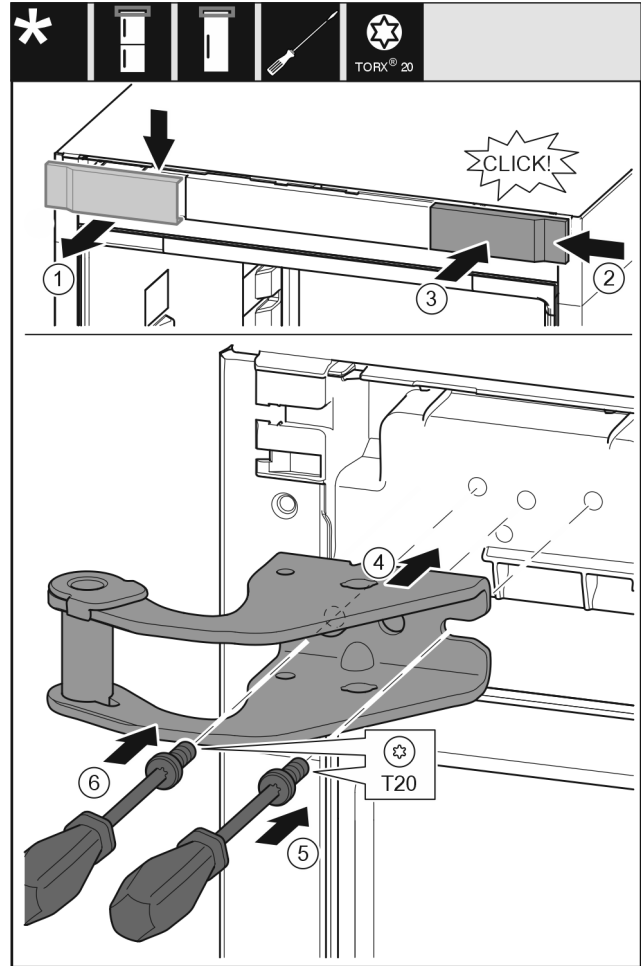

Fig. 14
- Ota suojus Fig. 14 (1) pois ylhäältä eteenpäin.
- Kiinnitä suojus Fig. 14 (2) oikealta toiselle puolelle 180° käännettynä.
- Lukitse suojus Fig. 14 (3) paikalleen.
- Aseta ylempi laakerijalusta Fig. 14 (4).
- Aseta ruuvi Fig. 14 (5) ja kiristä ruuvimeisselillä.
- Aseta ruuvi Fig. 14 (6) ja kiristä ruuvimeisselillä.